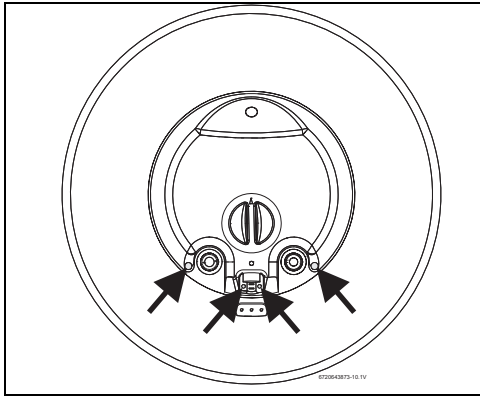

Fig. 13 Posição dos parafusos
- Retirar a tampa do termoacumulador desapertando os 4 parafusos (Fig. 13).